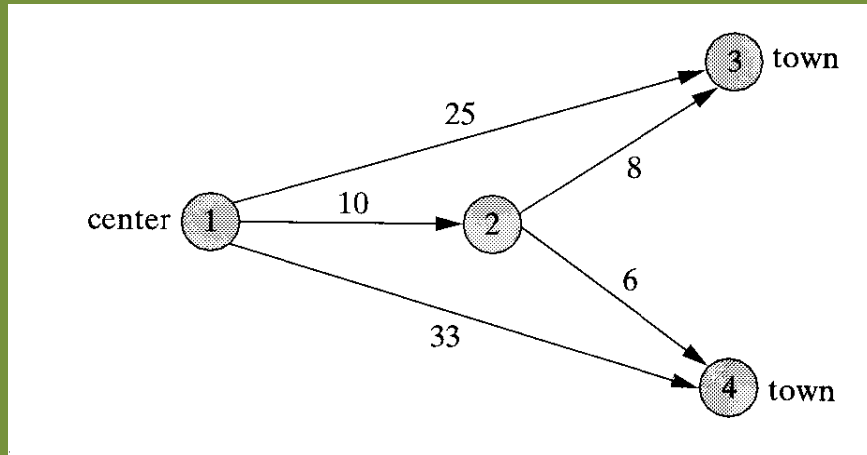

Figura 3.1: Posibles arcos de la red de TV por cable.
- En la Figura 3.1 tenemos los posibles *nodos*, los posibles *arcos* y sus *costes* respectivos.